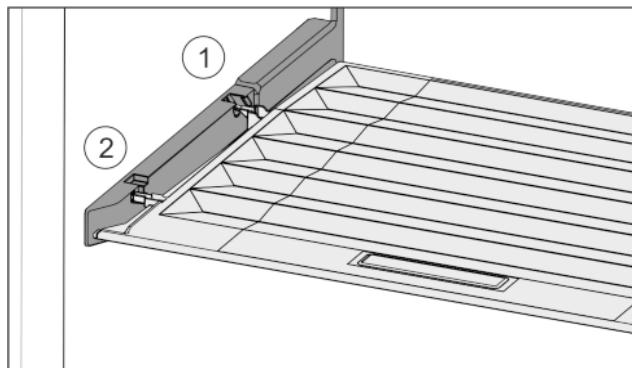

Fig. 33
- Вставить поперечні ребра через отвір заднього тримача Fig. 33 (1) і зафіксувати спереду у тримачі Fig. 33 (2).